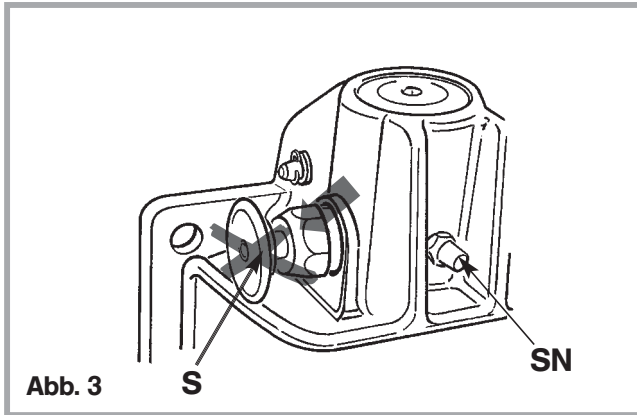

Abb. 3
- Der Sicherungsgriff (S) muss nach dem Einkuppeln ganz an seiner Sicherungshülse anliegen!
- Steht der Sicherungsgriff hervor (im Dunkeln auch durch Tasten feststellbar), ist nicht richtig eingekuppelt (s. Abb. 3).